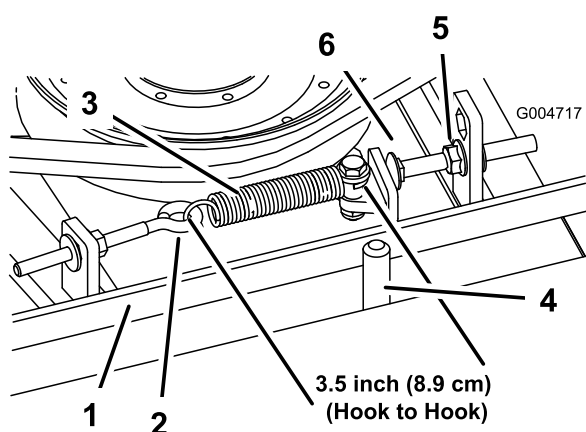

Figura 64
Cuando está correctamente tensado, la longitud del muelle de extensión (entre ganchos) debe ser de $3,50 \pm 0,25$ pulgadas aproximadamente (medida interior). Una vez que haya obtenido la tensión correcta del muelle, ajuste el perno de tope (perno de cuello cuadrado) hasta que quede aproximadamente $0,125 + 0,060 / -0,000$ pulgadas de holgura entre la cabeza del perno y el brazo tensor (Figura 64).
Nota: Asegúrese de que la correa está colocada en el lado del muelle de la guía de la correa (Figura 64).
2. Afloje el perno de ojal para poder retirar el muelle de extensión (Figura 64).
Desenrosque la tuerca lo suficiente para permitir que el brazo tensor pase por el perno de tope (Figura 64). Aleje la polea tensora de la correa para aliviar la tensión de la correa.
8. Vuelva a conectar el muelle de extensión (Figura 64) al perno de ojal y tense la correa de la siguiente manera: